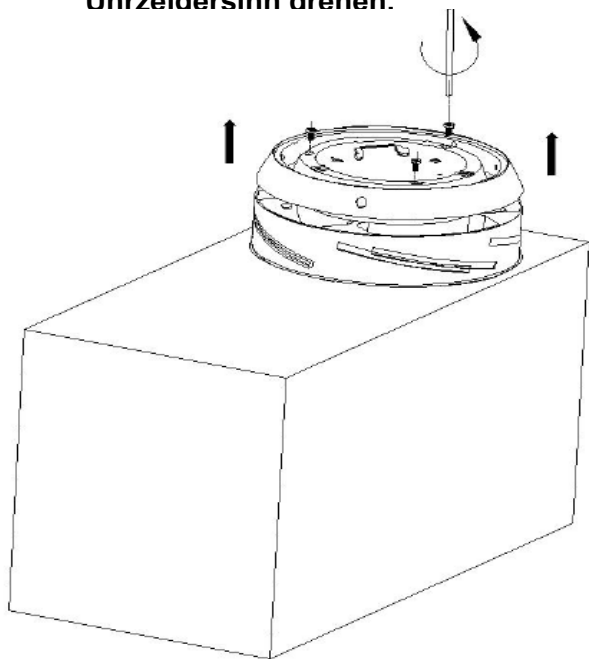

Abb. 4
HINWEIS: Die Vertiefung in der Kunststoffschäumverpackung erleichtert die Zusammenbau des vormontierten Ventilators und die Positionierung des Gehäuses dafür. Führen Sie das Ende der Gehäuseabdeckung in die Öffnungen in der Kunststoffschäumverpackung so ein, dass der Motor während des Zusammenbaus nach oben ausgerichtet ist. Abb. 4.
- Entfernen Sie die Schrauben von der Halterung für das Licht und nehmen Sie die Halterung ab. Abb. 4.